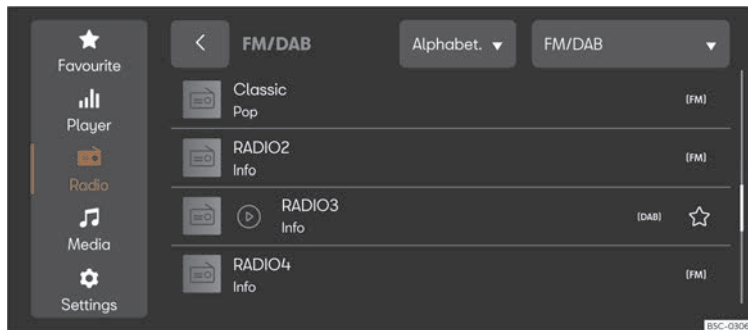

Fig. 180 Reprezentare schematică: Ecranul radioului.
- Apăsați **MENU** > >>> **fig. 180**.